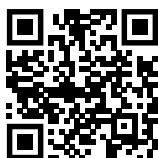

Fig. 96
- Otvorte Liebherr SmartMonitoring Dashboard. (pozri Fig. 96)